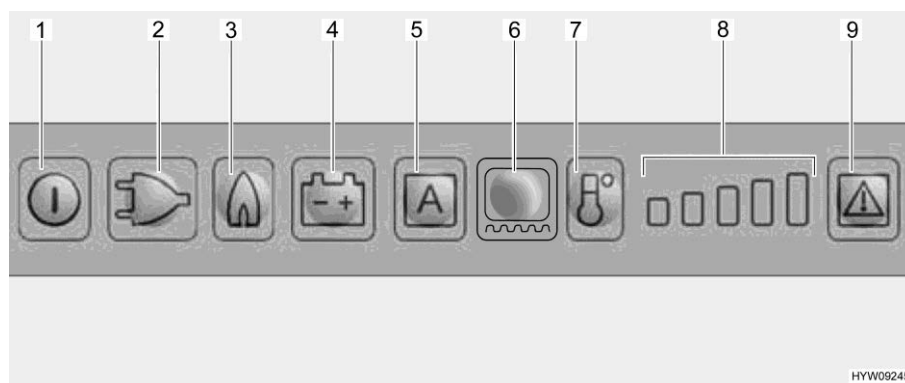

Bild 255 Lysdiodesreglage (kylskåp Dometic)
När gasdriften väljs öppnas tändsäkringen automatiskt så att gas kan strömma till brännaren. Samtidigt tillkopplas den elektroniska tändaren. Om gaslågan skulle slockna, t. ex. på grund av att det blåser, aktiveras tändaren direkt igen och tänder gasen. Vid störningar i gasdrift blinkar ljusknapparna Gas (Bild 255,3) och Störning (Bild 255,9) och det låter i 20 sekunder en akustisk signal.
- Tryck på på/av-knappen (Bild 255,1) i cirka 2 sekunder. Kylskåpet slår på sig, det senast inställda driftläget indikeras.
- Tryck in de belysta knapparna för önskat driftläge (Bild 255,2 - 4) eller för det automatiska läget "AES" (Bild 255,5) (endast för AES utförande). För AES utförande sker det automatiska energivalet, beroende på energikällornas tillgänglighet, i denna sekvens:
- Ställ in kyltemperaturen med knappen kylnivåer (Bild 255,7). Kylnivåindikatorerna (Bild 255,8) visar den valda termostatinställningen.
- Tryck på på/av-knappen (Bild 255,1) i cirka 2 sekunder.
Kyltemperaturreglering När kylskåpet sätts på väljs automatiskt en termostatinställning i mittläge. Denna inställning kan ändras manuellt med knappen temperaturnivåval (Bild 255,7). Det tar alltid några timmar innan man har en normal drifttemperatur i kylskåpet. Vid omkopplingen till ett annat driftläge, bibehålls termostatinställningen.
- Koppla in ramvärmen under 2 timmar: Tryck på ljusknappen ramvärme (Bild 255,6) en gång. En stapel i kylnivåindikatorerna (Bild 255,8) tänds.
- Koppla in ramvärmen under 5 timmar: Tryck på ljusknappen ramvärme (Bild 255,6) två gånger. Två staplar i kylnivåindikatorerna (Bild 255,8) tänds.
- Ställa in ramvärmen på kontinuerlig drift: Tryck på ljusknappen ramvärme (Bild 255,6) tre gånger. Två staplar i kylnivåindikatorerna (Bild 255,8) tänds.
Kylnivåindikatorn (Bild 255,8) visar under några sekunder ramvärmens driftslängd.
Vid en störning blinkar lysknappen Störning (Bild 255,9). Dessutom blinkar antingen en av de lysknapparna Driftläge eller kylnivåvisningen. Dessutom ljuder en akustisk varningssignal. För råd beträffande felindikering och felavhjälpling, se kapitel 15.
- ▷ Tryck, efter åtgärdande av ett fel på gasdriften, in lysknappen Återställ (Bild 255,9).